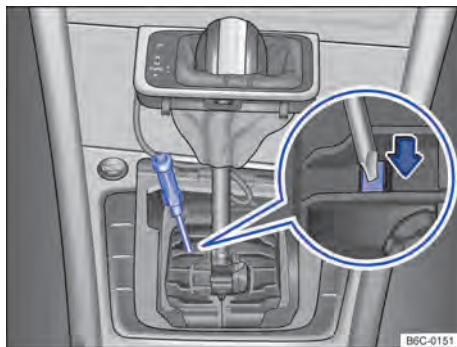

Fig. 94 Desinstalar a cobertura da alavanca seletora e destravar o bloqueio da alavanca seletora emergencialmente.
- Com o auxílio de uma chave de fenda pressionar cuidadosamente a alavanca de destravamento no sentido da seta e manter nessa posição → Fig. 94.